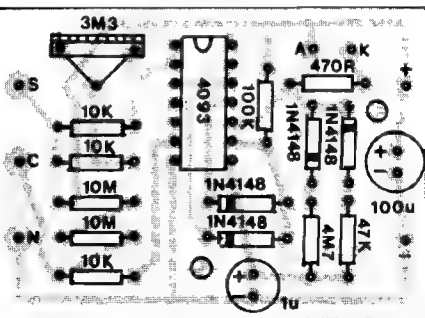

Fig. 3
- **FIG. 3 - "CHAPEADO" DA MONTAGEM** - Assim como ocorre na fig. anterior, a placa é vista em tamanho natural (escala 1:1), porém agora "olhada pelo outro lado" (não cobreado), já com a estilização de todos os componentes (menos LED, alimentação e agulhas sensoras...) com seus valores, códigos, polaridades e parâmetros claramente indicados, de modo que mesmo um montador principiante não encontrará dificuldades em posicio-